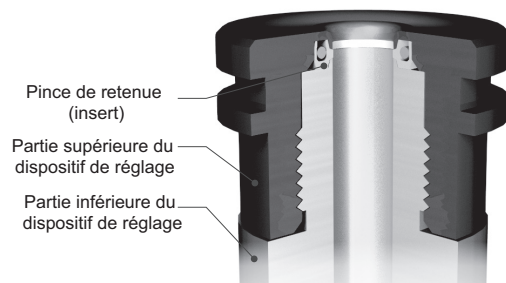

Figure 58 : Ensemble supérieur du dispositif de réglage
- viii. Vérifiez la partie supérieure du dispositif de réglage pour vous assurer que la pince de retenue (partie supérieure du dispositif de réglage) ne s'est pas évasée lors de l'installation et que la pince de retenue (partie supérieure du dispositif de réglage) est bien orientée comme l'indique la figure 58.
- ix. Inspectez la partie supérieure du dispositif de réglage afin de vous assurer que la pince de retenue (partie supérieure du dispositif de réglage) ne s'est pas évasée pendant l'installation et que la pince de retenue (partie supérieure du dispositif de réglage) est orientée comme indiqué dans la figure 58.